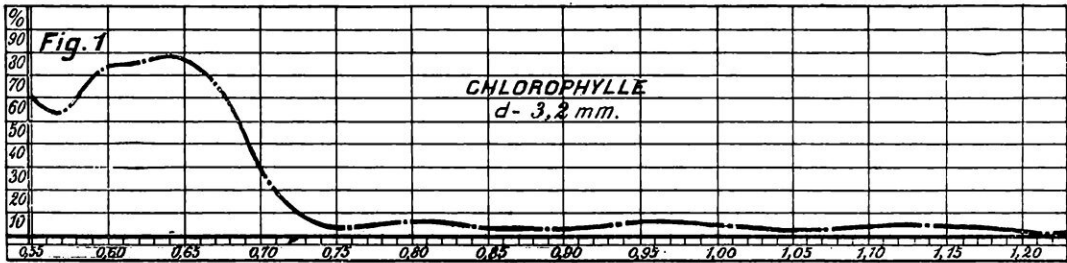

FIG. 4. — SPECTRE D'EXTINCTION DE LA CHLOROPHYLLE, DE DONATH
M. Charles Henry soupçonnait depuis longtemps la relation des saveurs et des odeurs avec les spectres infra-rouges, lorsqu'il eut connaissance des travaux de Bruno Donath sur les spectres d'extinction d'huiles éthérées (1896) et de Coblentz sur les spectres d'extinction de gaz et de vapeurs dans l'infra-rouge. Les spectres de Donath (fig. 4 bis), qui s'appliquent à l'essence de térébenthine, aux huiles de sassafras, de genévrier, de romarin, d'olive, de pétrole, entre 0  $\mu$ , 7 et 2  $\mu$ , 7, sont remarquablement analogues. Or, si l'on prend les précautions convenables
FIG. 4 bis. — AUTRES SPECTRES D'EXTINCTION DE BRUNO DONATH
Le spectre d'extinction de la chlorophylle de Donath (fig. 4) permet de calculer la période des saveurs. Cette substance laisse une sensation persistante d'amer, après une sensation de salé. A partir de  $\lambda = 0 \mu.75$ , ce spectre présente une série d'ondulations qui vont légèrement en s'amortissant. Tous les  $\lambda$  d'énergie maxima, qui